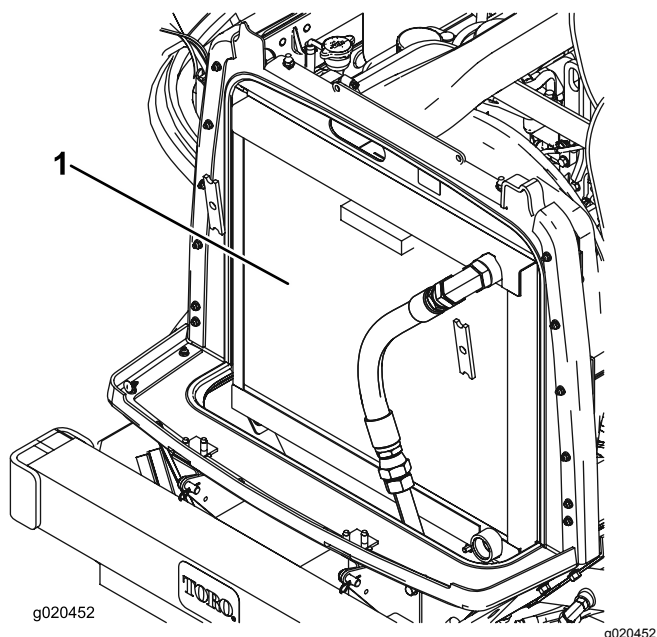

Figura 61
3. Limpe ambos os lados do radiador/refrigerador (Figura 61) com ar comprimido.